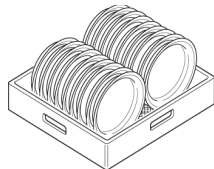

Fig.34
- 1- Ranger les assiettes en face avant. (Fig.34)